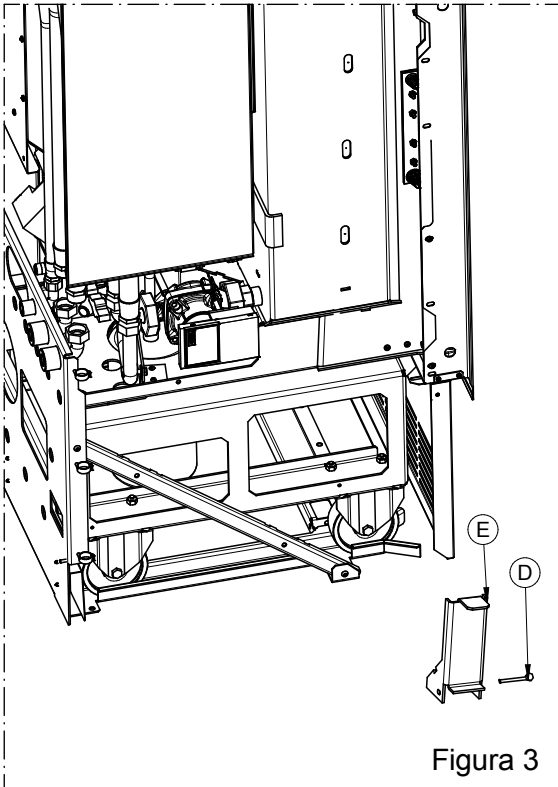

Figura 3
- svitare il dado (G) fissato sul bullone di fermo (I) e rimuovere i componenti (G), (H), (I).
- togliere le 2 staffe di blocco (D) agendo sulle viti (E) e (F) (Figura 3), agire in modo analogo anche nel lato opposto.